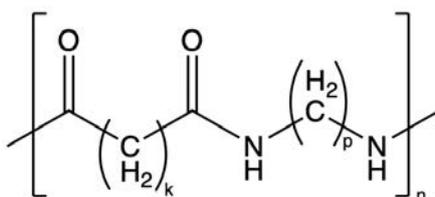

FIGURE 6 – Un polyamide.
**Q16. Indiquer** la signification de la mention « 6-6 » dans le nom du polymère. **Donner** les valeurs de  $k$  et  $p$  correspondantes (figure 6).